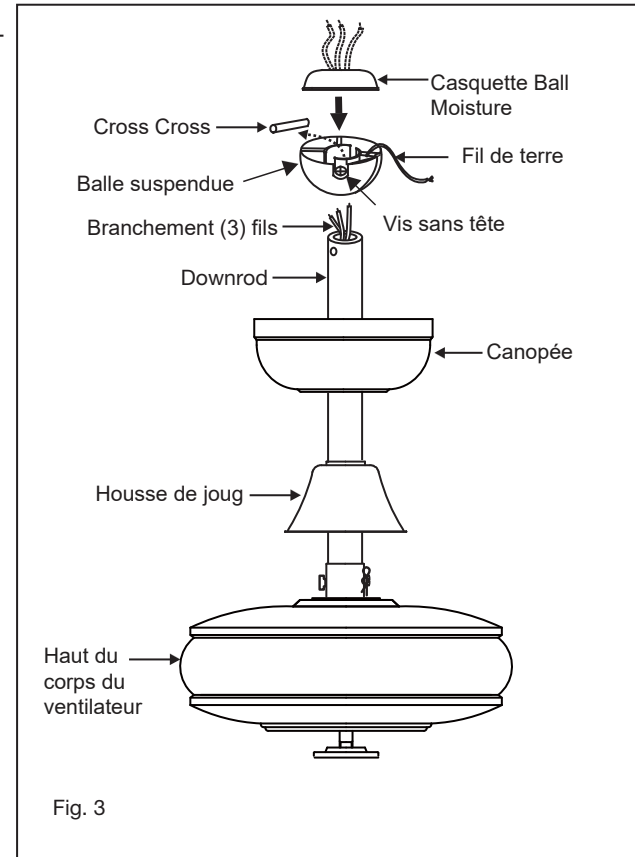

Fig. 3
- 3 Desserrez les deux vis de sécurité et retirez la goupille de la tige de suspension et le clip de retenue de l'accouplement sur le dessus de l'ensemble moteur. (Fig.3)
- 6 Glissez le couvercle de l'étrier, l'anneau de garniture et la verrière sur la tige de suspension. (Fig.3)
- 8 Faites passer les fils à travers les trous du capuchon d'humidité de la bille en caoutchouc et faites glisser le capuchon vers le bas sur le dessus de la bille. (Fig.3)
Un flux d'air VERS LE BAS crée un effet de refroidissement comme illustré à la figure 3. Cela vous permet de régler votre climatiseur sur un réglage plus chaud sans affecter votre confort.